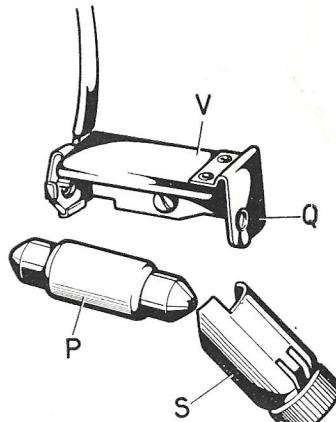

Fig. 24
- Remove light bulb « P » together with its shade from lamp holder « V » (Fig. 24).